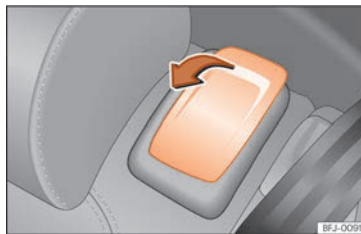

Abb. 101 Zweite Sitzreihe:
- Entriegelungshebel in Pfeilrichtung ziehen >>> **[Abb. 101]**.
- Hebel >>> **[Abb. 101]** ziehen und Sitzlehne nach hinten in die aufrechte Position klappen. Der komplette Rücksitz klappt nach hinten >>> ⚠️.